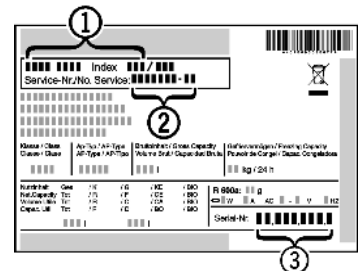

Fig. 4
- Relever la désignation de l'appareil *Fig. 4 (1)*, le n° de service *Fig. 4 (2)* et le n° de série *Fig. 4 (3)* sur la plaquette signalétique. Cette plaquette se trouve sur la paroi intérieure gauche de l'appareil.
- Informer le S.A.V. et lui communiquer la panne, la désignation de l'appareil *Fig. 4 (1)*, le n° de service *Fig. 4 (2)* et le n° de série *Fig. 4 (3)*.